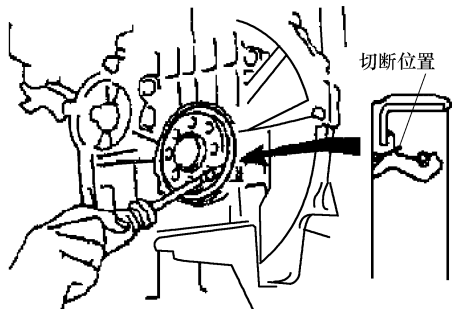

图 1-15 取出后油封总成
① 使用刀片将油封唇部切断。
② 使用尖端缠绕胶带的一字旋具，将油封撬出，如图 1-15 所示。